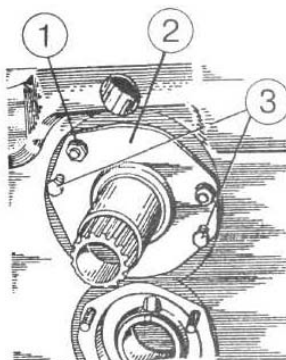

Рисунок 4.45
- а) отверните три гайки 1 (рисунок 4.45);